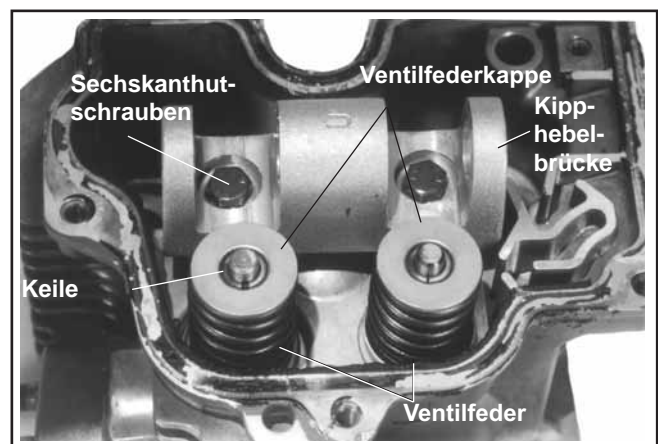

Abbildung 9-35. Ventilausbau.
- b. Lösen Sie die beiden Sechskanthut-schrauben und die Kippbrücke. Siehe Abbildung 9-35.